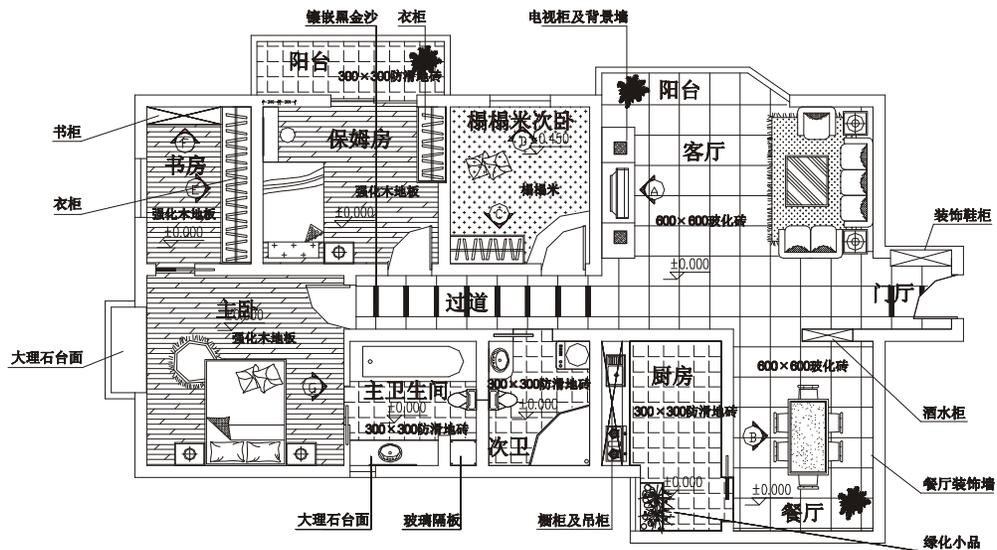

图 6-1-87
**STEP 07** 标注图形内部无引线的文字 ,其操作方法和以上有引线的文字标注一样 ,只是不需要绘制引线 ,如图 6-1-87 所示。